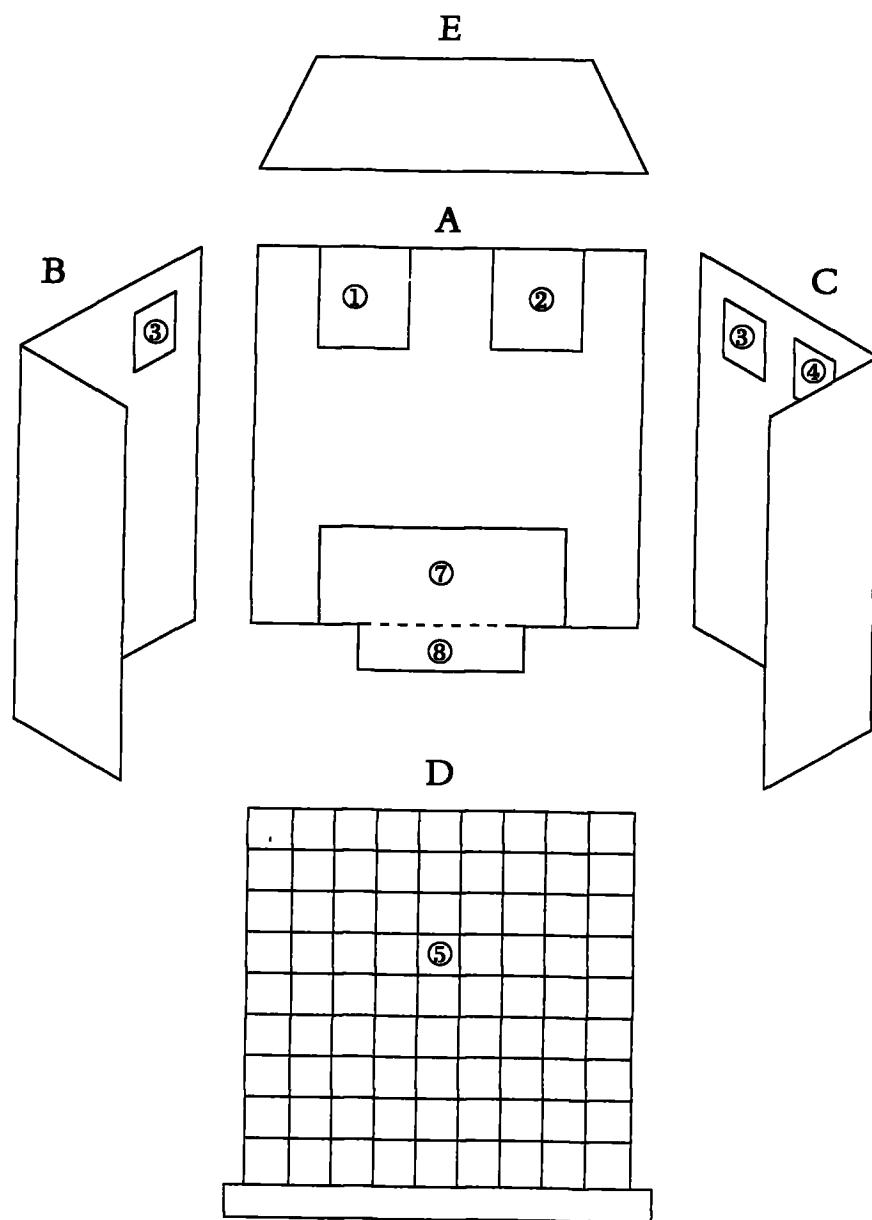
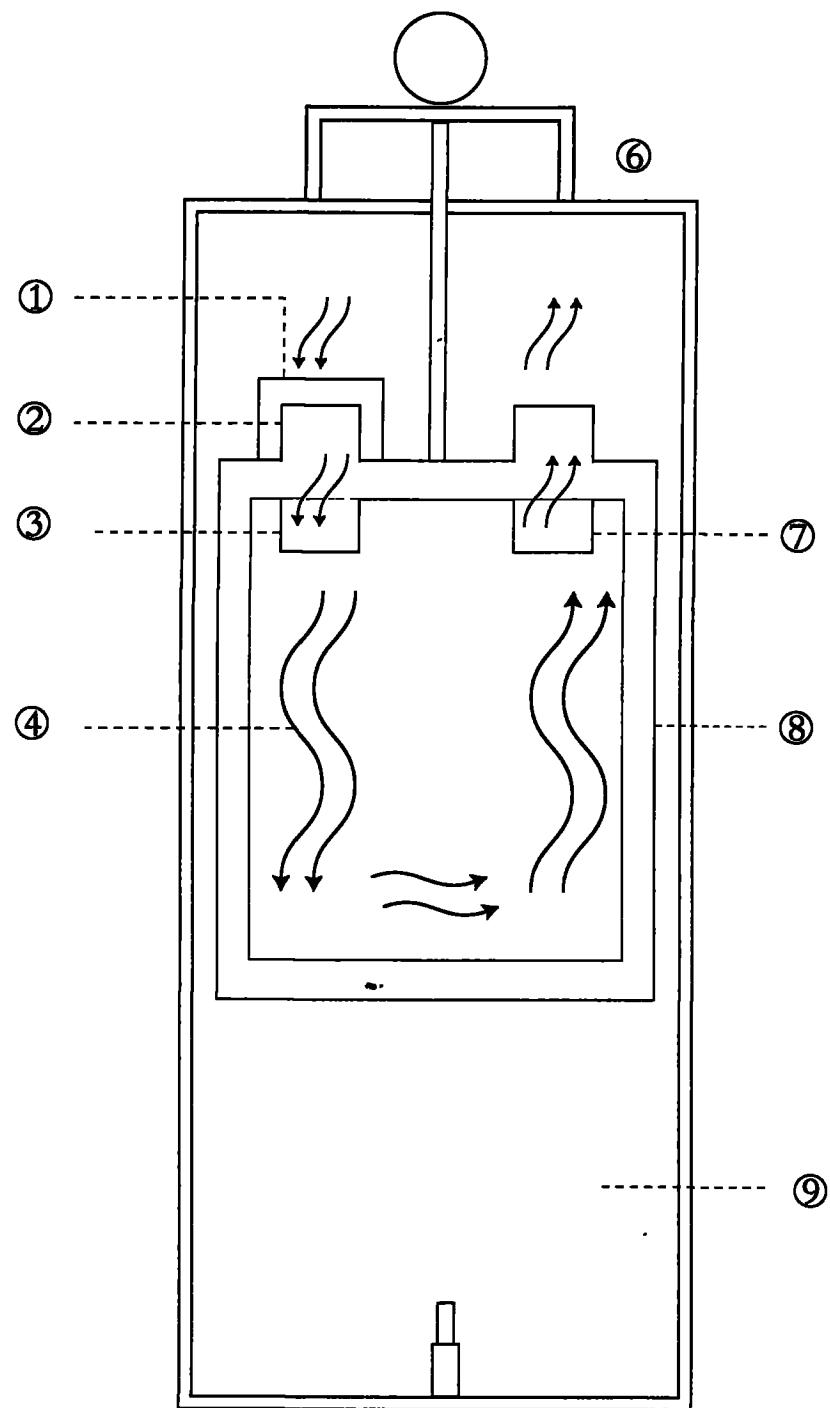
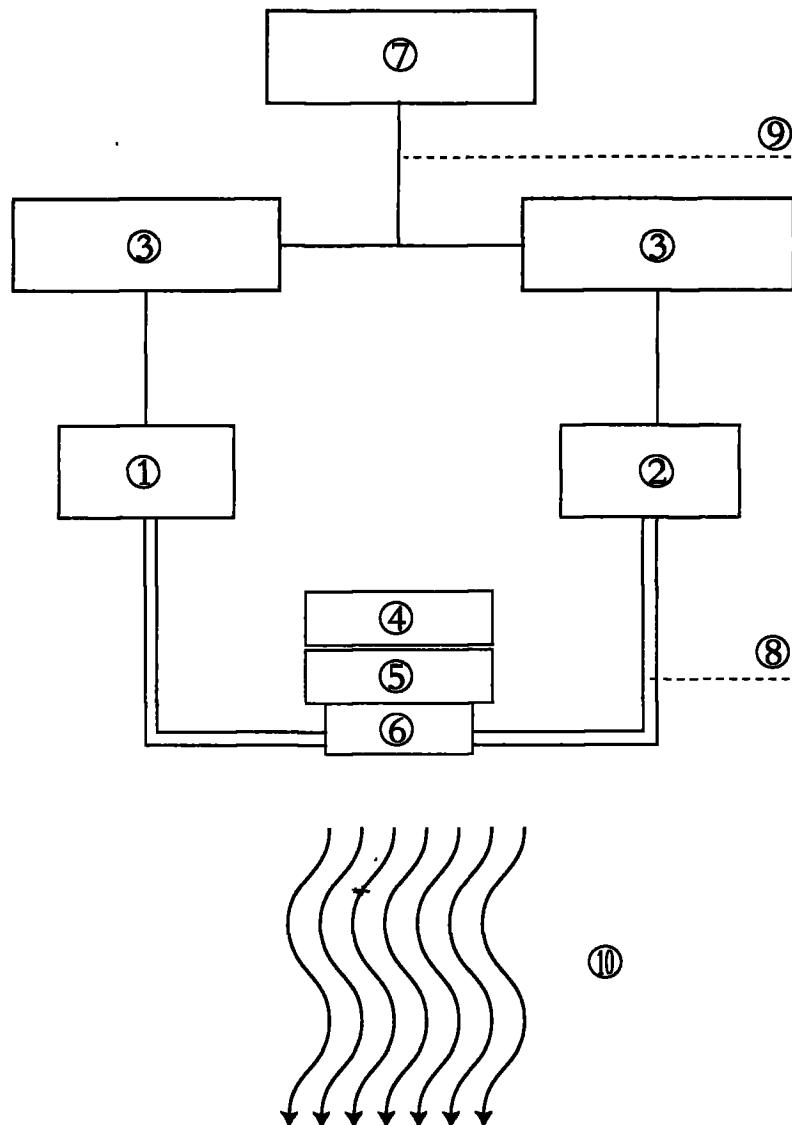

图 1
图 2
图 3
权利要求书 1 页 说明书 3 页 附图 3 页
- [0004] 附图说明 图 1 电梯活氧空气净化机各部件和位置图
- [0005] ①活氧机②负氧离子机③微电脑时控开关④香水自动释放装置⑤灰尘隔离网 A 机罩正面板 B 机罩左面板 C 机罩右面板 D 机罩后盖 E 机罩顶盖板
- [0006] 图 2 电梯活氧空气净化机井道内位置和空气动态图
- [0007] ①活氧机②负氧离子机③微电脑时控开关④香水自动释放装置⑤进气风扇⑥进气风扇⑦轿厢电源盒⑧导气管⑨电源⑩空气流向
- [0008] 图 3 电梯活氧空气净化机电源和空气导向图
- [0009] ①电梯活氧空气净化机②进气风扇③进气口④空气流向⑥机房⑦出气口⑧轿厢⑨井道